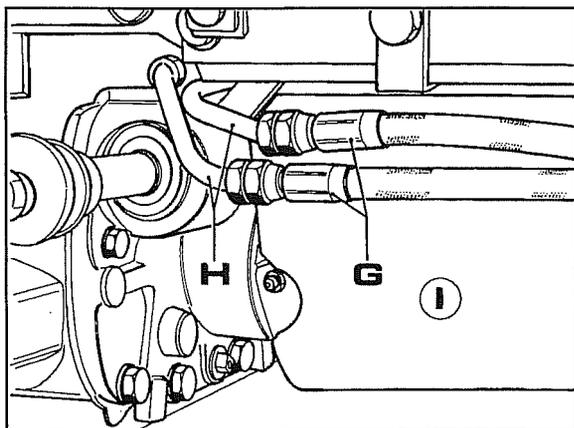

Fig. 16
16. Desconectar los dos tubos **G** fig. 16. Poner dos tapones en las extremidades de los tubos **H** para evitar que salga aceite cada vez que giramos las ruedas delanteras.